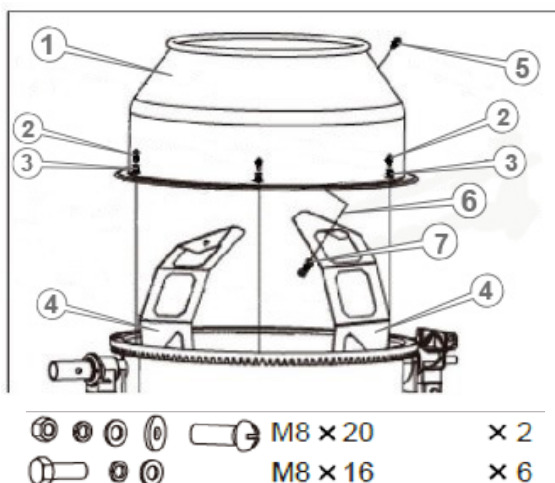

Рисунок 8. Схема встановлення верхньої частини змішувального барабана моделей «БМ-125-ЗНН», «БМ-140-ЗНН».
8. Встановити верхню частину змішувального барабана на нижню (рис. 8) через гумову прокладку так, щоб монтажні отвори збігалися, а стрілки напрямку обертання були спрямовані однаково (рис. 8);
9. Зафіксувати частини барабана в єдину оболонку болтами з шайбами та приєднати лопатки до верхньої частини барабана гвинтами через отвори в барабані (рис. 8).
10. Остаточного зафіксувати лопатки болтами в нижній частині барабана (рис. 8).